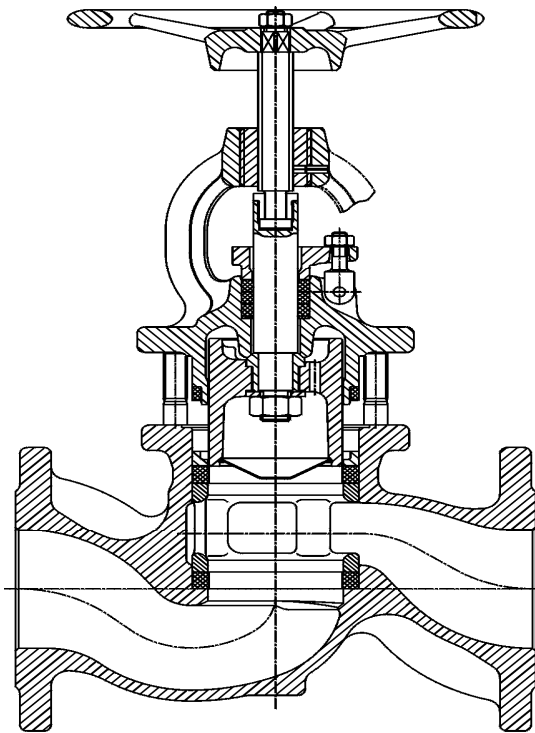

Bild 1
- *Oberteil (Pos.2) danach leicht verdrehen, sodass sich der Oberteilflansch an den Stiftschraubenstirnflächen (Pos.25) abstützt. Am Handrad gegen den Uhrzeigersinn (Öffnungsrichtung) drehen, bis der Kolben (Pos.4) vollständig aus dem oberen Ventilring (Pos.14) gezogen ist (siehe Bild 1)*